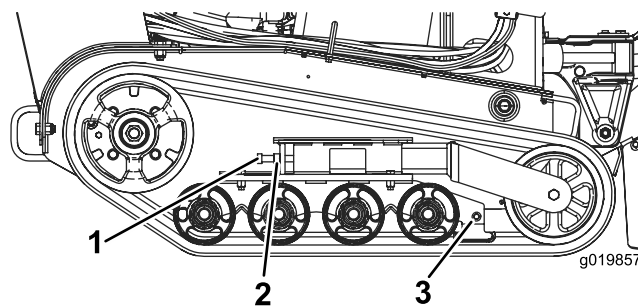

Figura 48
3. Allentate il controdado sul bullone di tensionamento dei cingoli (Figura 48).
4. Serrate il bullone di tensionamento a un valore compreso tra 32,5 e 40,7 Nm per stringere il cingolo (Figura 48).
4. Allentate il bullone di tensione e il controdado (Figura 48).